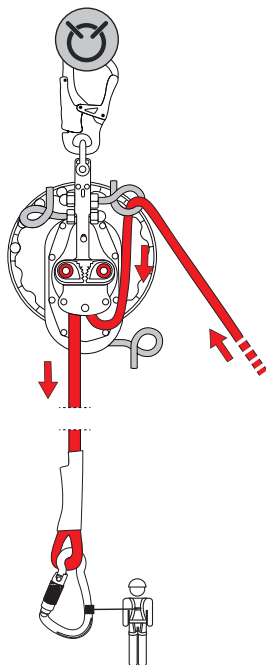

Abb. 6
- d) die Person abseilen und dabei das freie Seil gleiten lassen (Abb. 6),